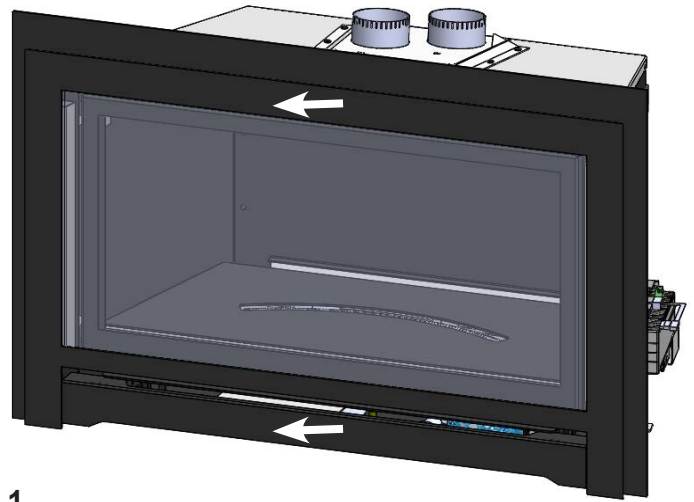

Fig.1
1. S'il est déjà installé, retirez l'écran protecteur grillagé assemblé et mettre de côté. (Fig.1)